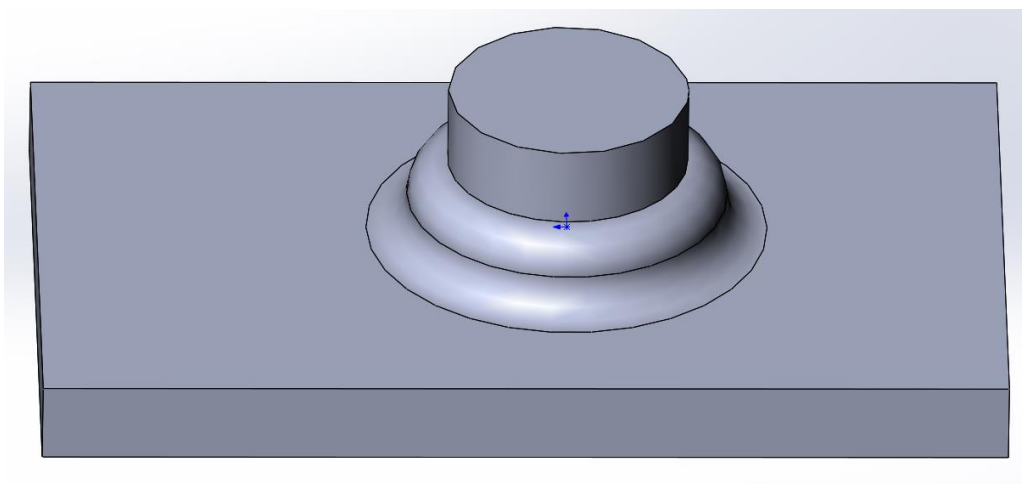

Рисунок 8 – заготовка для формы отверстия
11. Вытянуть созданную окружность на 10 мм (рис. 8).